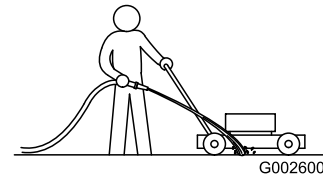

Bild 53
1. Lassen Sie den Motor auf einer flachen, befestigten Oberfläche laufen und sprühen Sie Wasser vor das **rechte Hinterrad** (Bild 53).